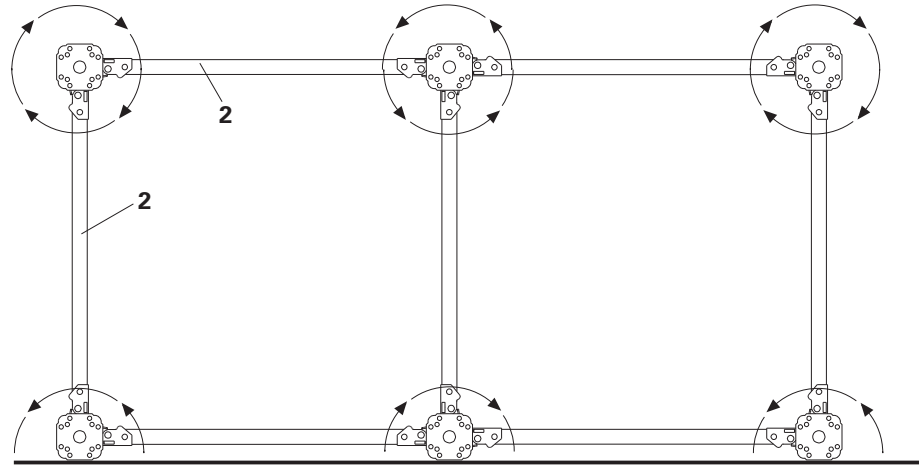

Fig. 32
- Montar los bastidores MRK (2) como aspas de molino. (Fig. 32)